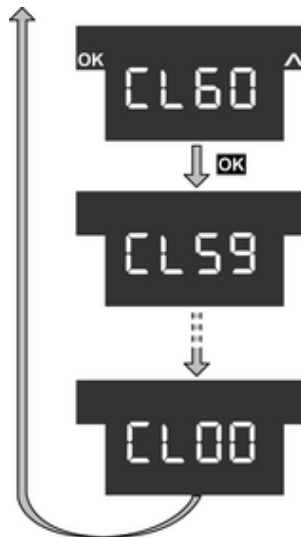

Bild 9
- Mit der Sensorfläche **A** den Menüpunkt **CL60** für die Putzfunktion auswählen und die Sensorfläche **OK** betätigen (Bild 9).